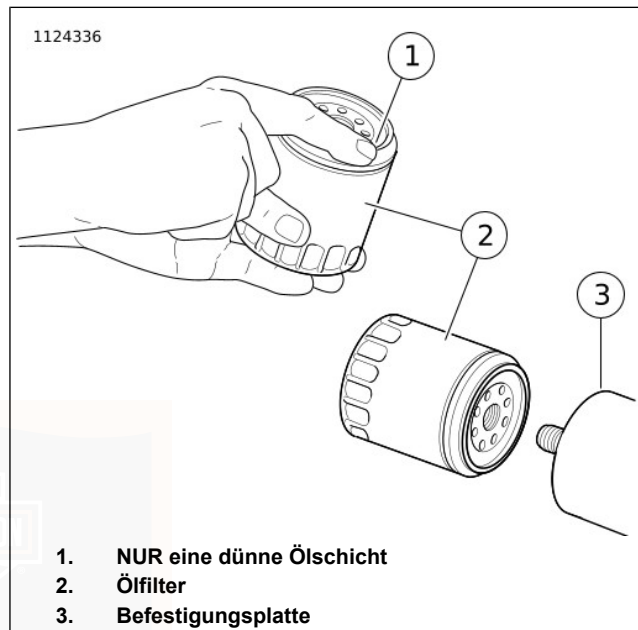

Abbildung 40. Auftragen einer dünnen Ölschicht
- 7. Siehe Abbildung 40. Den **neuen** Ölfilter einbauen.